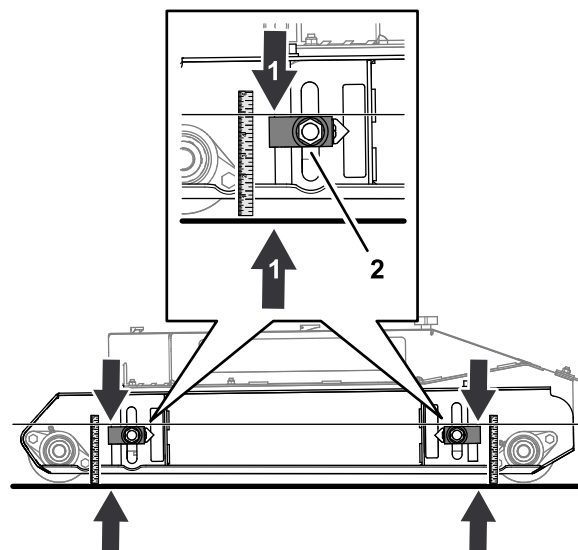

Figure 79
1. Desserrez l'écrou qui fixe le bloc de réglage de hauteur de coupe (Figure 79).
2. Déplacez le dispositif de réglage de hauteur de coupe vers le haut ou le bas jusqu'à ce que le haut du bloc de réglage soit à 124 mm du sol (Figure 79).